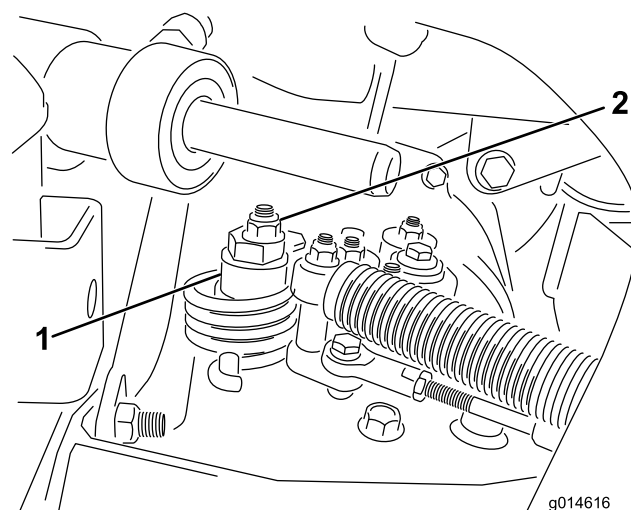

図 49
- A. 偏芯ナットをハイドロスタット上部に止めているナットをゆるめる（図 49）。
- C. どちらにも車輪が回らないように偏芯ナットを回して調整する。調整ができれば固定ナットを締める（図 49）。スロットルSLOW およびFAST 位置で調整が正しいことを確認する。